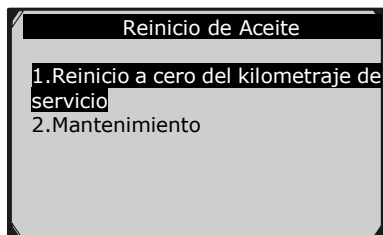

Figura 9.11
- ✓ En el menú **Reinicio de Aceite** (Figura 9.11), seleccione la función **Mantenimiento** y presione el botón **OK**. La pantalla mostrará la información de mantenimiento preestablecida para el vehículo. Los elementos de información varían de acuerdo a los vehículos.